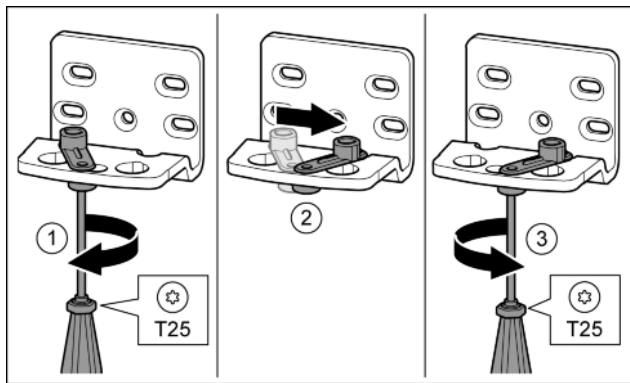

Fig. 16*
- ▶ С отвертка T25 завийте хлабаво винта.* Fig. 16 (1)
- ▶ Повдигнете помощното приспособление за затваряне на вратата и го завийте в отвора с 90° надясно.* Fig. 16 (2)
- ▶ С отвертка T25 затегнете винта.* Fig. 16 (3)